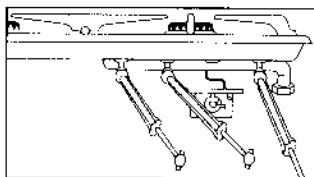

Рис. 16
- Когда плита будет установлена, проверьте надежность и герметичность установки, убедитесь, что телескопические исполнительные механизмы и распределительная коробка направлены к внешней стороне кухонного рабочего стола (рис. 16).